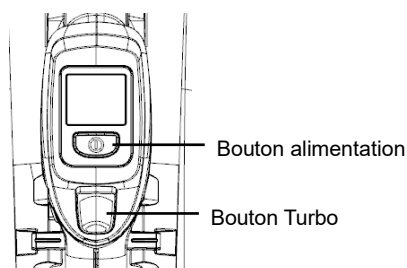

Fig 19
1. Appuyez sur le bouton “  ” sur l’unité d’affichage pour éclairer l’écran (Fig. 19).
- (1) Tournez le levier du régulateur de vitesse dans le sens des aiguilles d’une montre pour démarrer le ventilateur. La vitesse de l’air augmentera à mesure que le levier sera tourné dans le sens des aiguilles d’une montre.
- (2) Pour diminuer la vitesse de l’air, tournez le levier du régulateur de vitesse dans le sens inverse des aiguilles d’une montre.
- (3) Continuez à tourner le régulateur de vitesse dans le sens inverse des aiguilles d’une montre jusqu’à la position d’arrêt pour stopper le ventilateur.
4. Le souffleur peut fournir une vitesse d’air maximale lorsque vous appuyez sur le bouton “turbo” (Fig. 19).